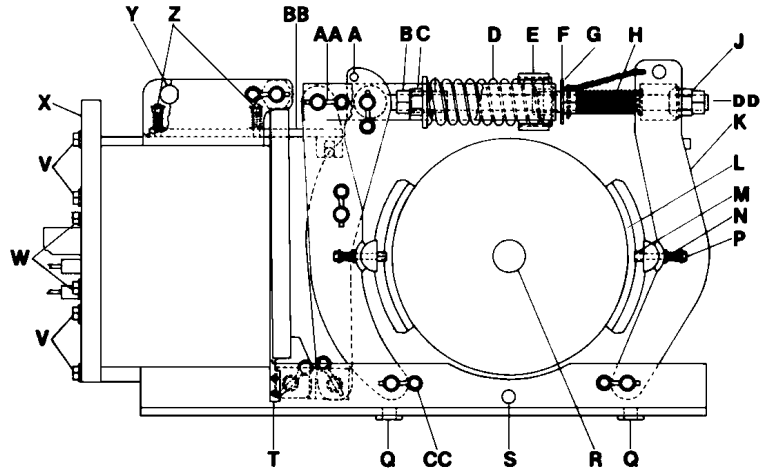

Figura 1: Instalación de los frenos
- En la figura 1 encontrará las piezas identificadas por una letra, por ejemplo, "(G)"
5. Asegúrese de que el freno haya sido liberado manualmente retirando el pasador de chaveta (G) de la tuerca de liberación manual (F) y que esta tuerca haya sido apretada hasta que la armadura esté completamente cerrada.
6. Monte la rueda del freno (R) en el eje del motor e instale el freno; use las argollas de levantamiento (Y) en la caja del imán. Centre la rueda del freno (R) entre las zapatas (L).
- b. Libere la compresión del resorte de par (D). Vea "Liberación de la compresión del resorte de par" en la página 31.
Esta sección describe el ajuste del espacio de la armadura, el espacio libre de las zapatas y el par del freno. Las letras entre paréntesis se refieren a la figura 1 en la página 30.
Reemplace el revestimiento del freno con los siguientes procedimientos (consulte la figura 1):